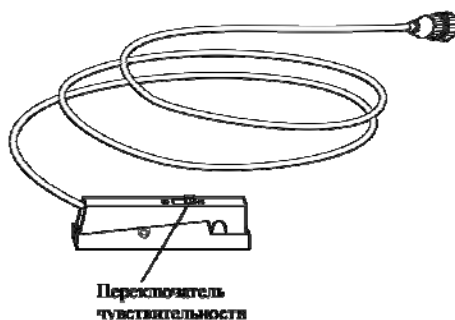

Рис. 32. Переключатель чувствительности датчика «1 Цил». Показано положение повышенной чувствительности.
- изменением чувствительности датчика, с помощью переключателя чувствительности, рис. 32. Повышенной чувствительности соответствует положение переключателя рядом с большим по размеру значком молнии;
- изменением чувствительности датчика, с помощью переключателя чувствительности, рис. 32;